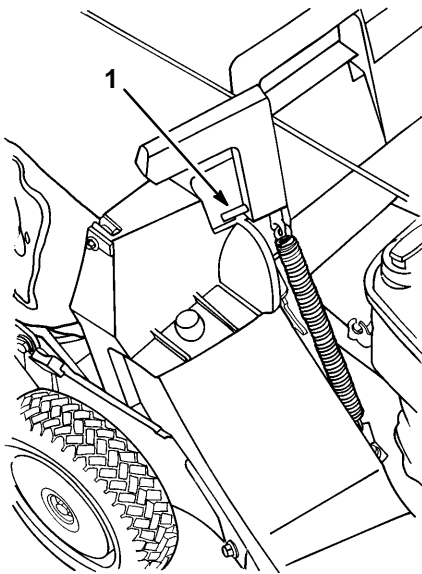

Figure 13
4. Hale el asa de la puerta de descarga hacia adelante hasta que el pasador se libere del enganche y muévala hacia atrás hasta que el pasador enganche en la ranura del saco (Fig. 13). Ahora la puerta de descarga de la caja de la cortadora estará abierta.